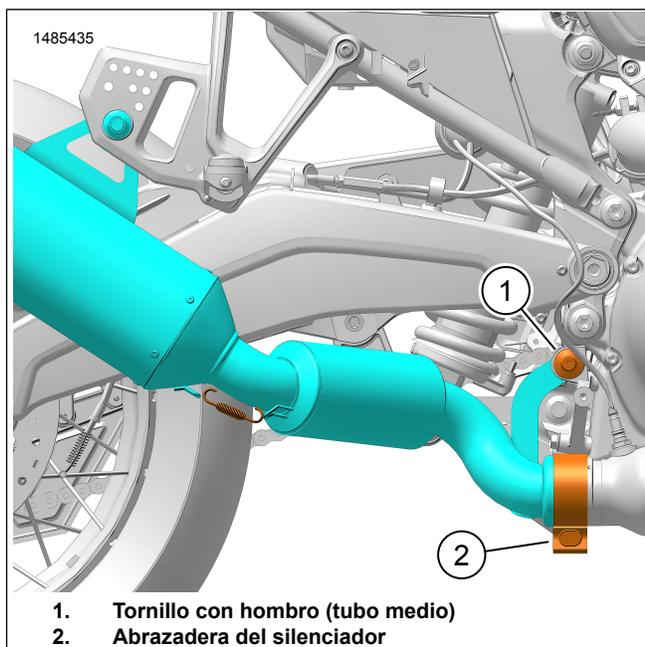

Figura 6. Tornillo de la pieza de soporte de montaje
7. Figura 6 Aplique fijatornillos al tornillo con hombro del tubo medio (1) que se retiró anteriormente.